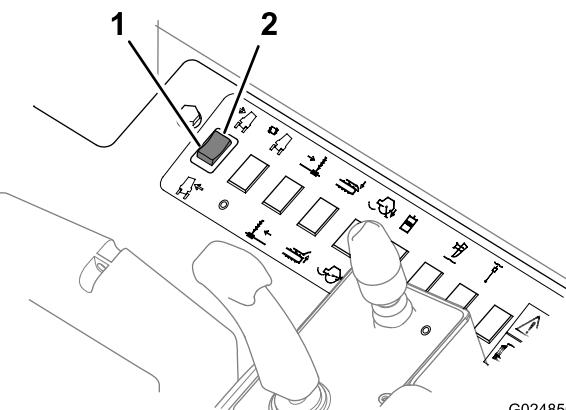

Figura 46
- Empurre a parte superior deste interruptor para baixo (Figura 46) para inclinar a máquina para o lado direito em um terreno inclinado.
- Empurre a parte inferior deste interruptor para baixo (Figura 46) para inclinar a máquina para o lado esquerdo em um terreno inclinado.